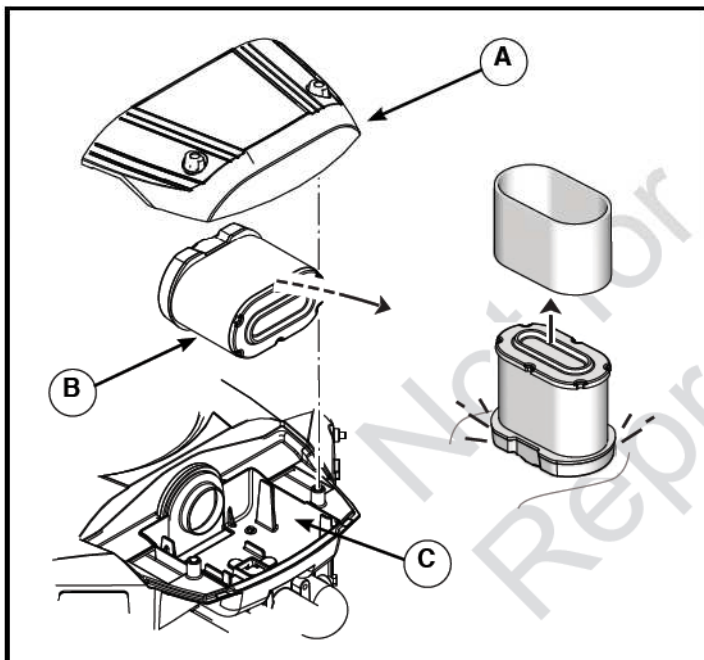

Figure 12
1. Dévisser le capot et le retirer (A, Figure 12).
2. Retirer l'assemblage de filtre à air (B) et le démonter.
3. Retirer tous les débris possibles qui pourraient pénétrer dans la gorge du carburateur (C).